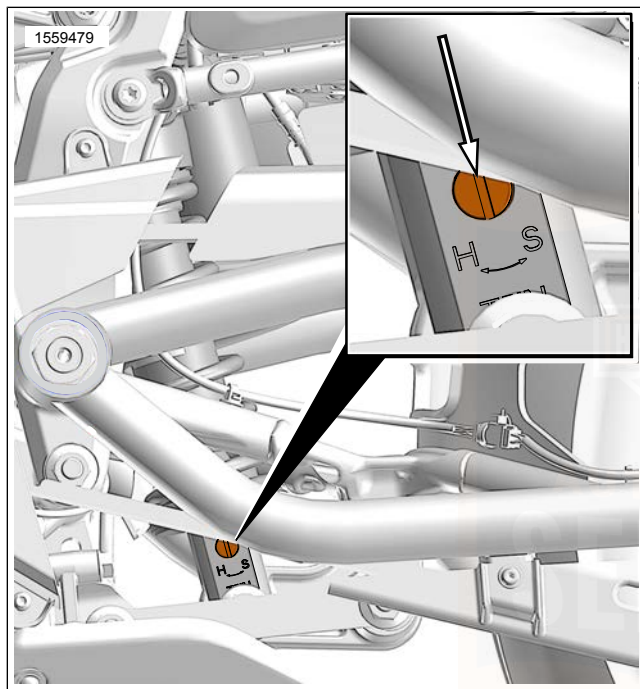

Abbildung 19. Zugstufeneinsteller
1. Siehe Abbildung 19. Mit einem Schlitzschraubendreher den Zugstufeneinsteller im Uhrzeigersinn in Richtung H (hart) bis zum Anschlag drehen. Dies ist die maximale Zugstufendämpfungseinstellung.